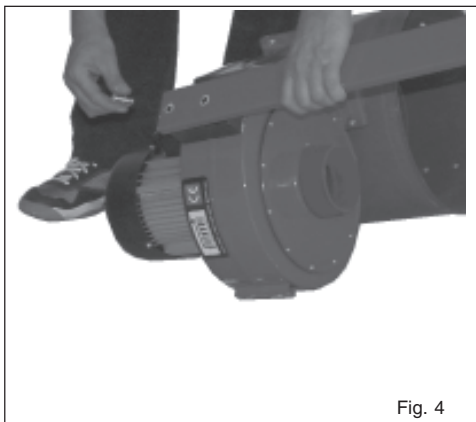

Fig. 4
3. Fixar os dois suportes do colector com apoios no conjunto do motor utilizando os respectivos parafusos, as anilhas e as porcas (**Fig. 4**).